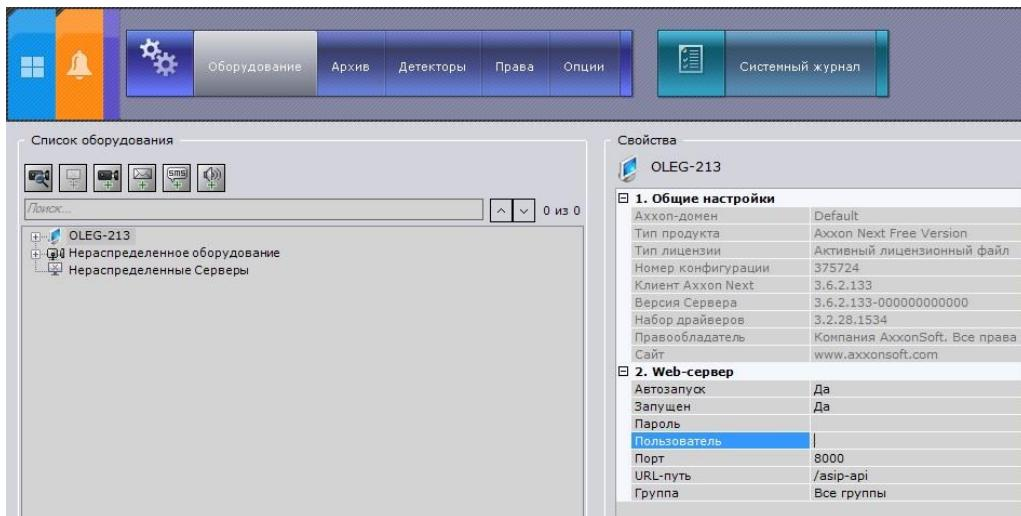

Рис.37.2
- **Имя сервера и URL** – сервера на котором установлено ПО «Axxon Next» рис.37.2;
- **IP адрес и Порт** - сервера на котором установлено ПО «Axxon Next» рис.37.2;